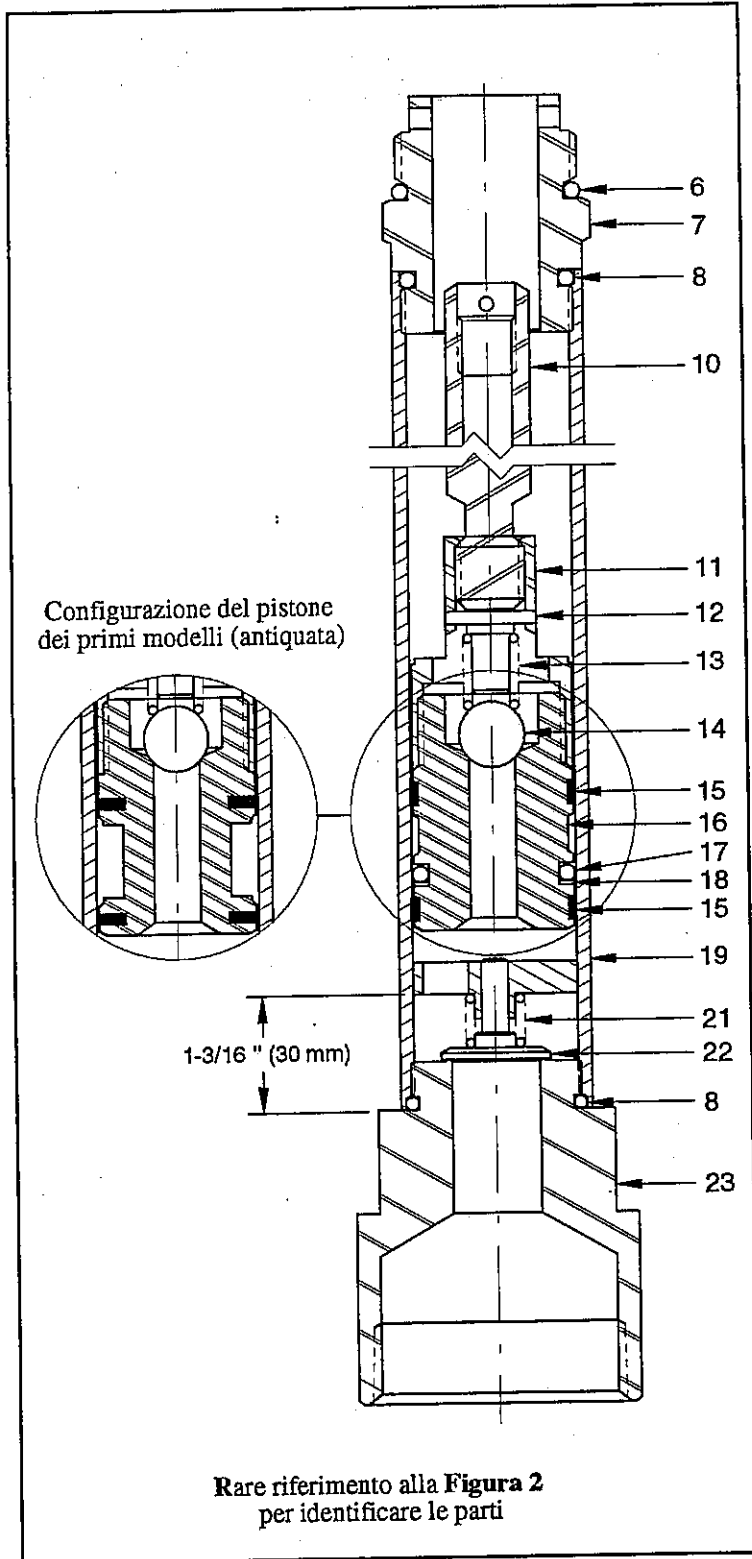

Figura 5 Tubo pompa 321314 - Sezione
IMPORTANTE: se la pompa contiene un pistone antiquato (vedi Figura 5), gettare il gruppo ed avvalersi del kit di conversione per effettuare la sostituzione.
- Misurare la profondità della guida all'interno del gruppo tubo e guida (19). La distanza deve essere pari a 1-3/16 in. (30 mm). Vedi Figura 5)